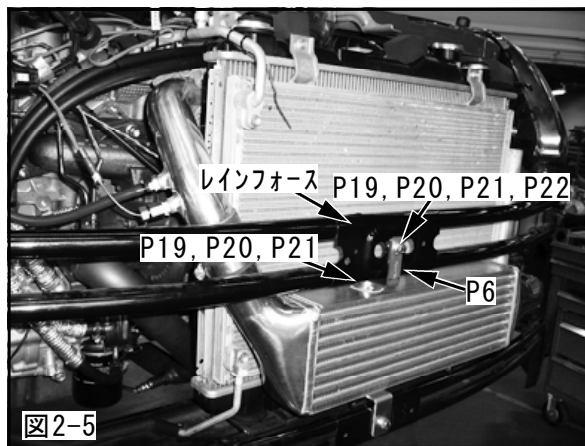

図2-5
- (3) インタークーラステーNo.1をインタークーラコアAssy及びレインフォースへ取付けてください。(図2-5)